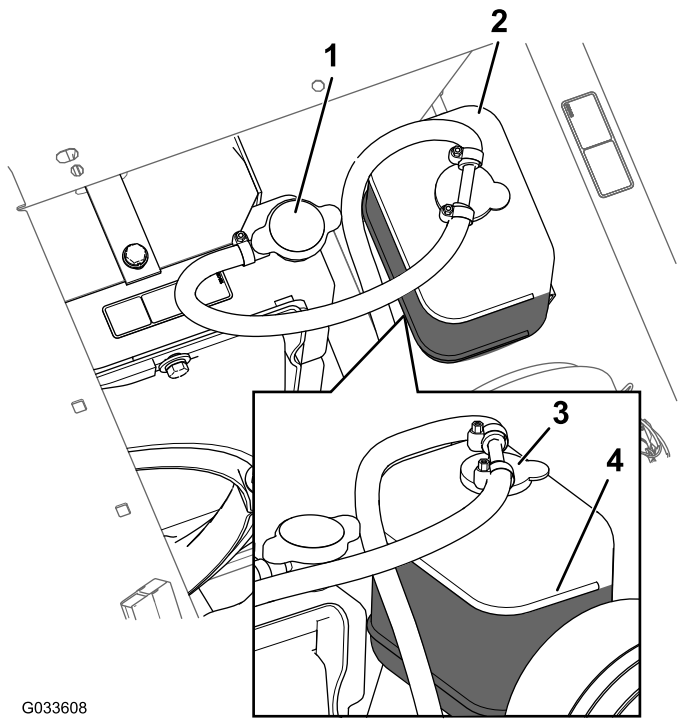

Figura 85
3. Retire cuidadosamente a tampa do radiador e a tampa do depósito de expansão (Figura 85).
Nota: O radiador deverá encontrar-se cheio de líquido até ao cimo do tubo de enchimento e o nível de líquido no depósito de expansão deverá atingir a marca CHEIO no depósito (Figura 85).
5. Se o nível do líquido de arrefecimento for baixo, retire a tampa do depósito de expansão e o tampão do radiador, encha o depósito de expansão até à marca CHEIO e o radiador até ao cimo do tubo de enchimento (Figura 85).
6. Volte a colocar as tampas no radiador e no depósito de expansão (Figura 85).
2. Quando o motor estiver frio, retire o tampão do radiador (Figura 85).